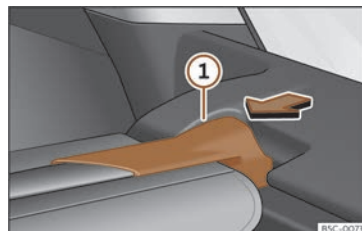

Fig. 120 Al maleter: desmuntar la safata.
- Premeu el suport de la safata»» **fig. 120** ① en el sentit de la fletxa.
- Encaixeu el suport de la safata»» fig. 120
- ① en l'allotjament de l'altre costat.